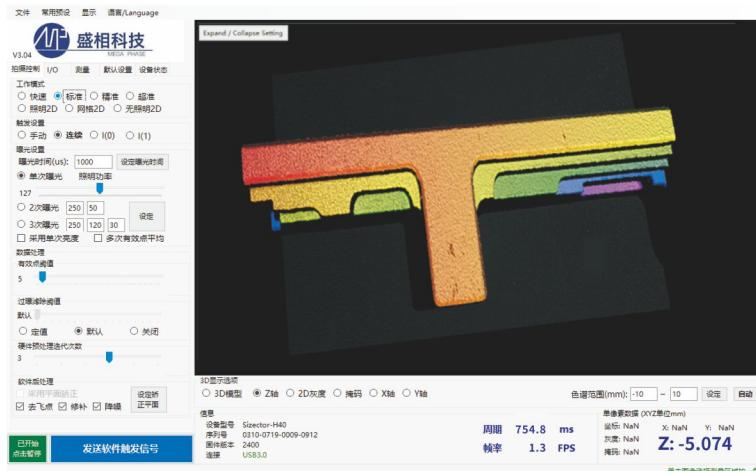

图28 单次超准模式拍摄示意图
a) 点击“单次超准 F1”(快捷键F1)，软件会以预设好的参数开始自动连续采集拍摄、更新3D图像。(为保证图像的完整性，需手动设定某些参数，如曝光时间等)，如图28：